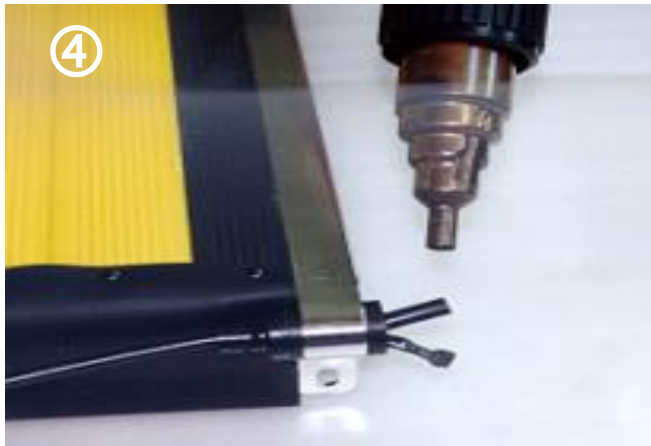

Abbildung 20 - Pflege / Kontaktband auswechseln IV
- Schrumpfschlauch über Lötstelle schieben und gemäss Abbildung 20 mit Heissluftgebläse schrumpfen (Wartungsmaterial 2924.621 oder 2924.622).
- Verschlussdeckel (2) einsetzen.
5.2.4 Auswechseln eines PVC Profils (4)